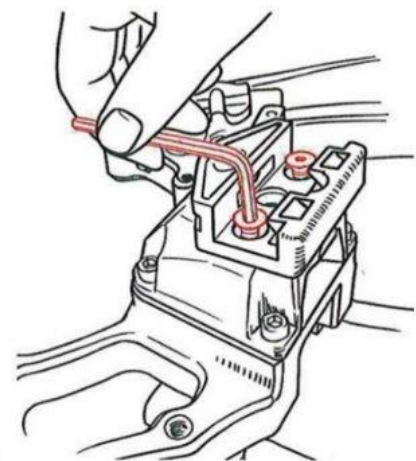

Рис.5
6. Установите держатель кивера на нижнюю сторону колодки арбалета и закрепите с помощью винтов (Рис.5). При помощи двух шурупов прикрепите ответную часть держателя на кивер.